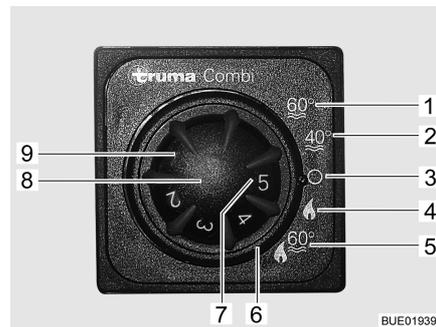

Fig. 58 Unidad de mando para la calefacción/caldera
- Ajustar el modo de funcionamiento con el interruptor giratorio (Fig. 58,6).
Según la temperatura ambiente deseada, la calefacción selecciona automáticamente la potencia de quemador necesaria. Cuando se alcanza la temperatura ambiente deseada se desconecta el quemador. En el modo de funcionamiento "calefacción y preparación de agua caliente" (Fig. 58,5), se calienta también el agua de la caldera. En el modo de funcionamiento "sólo calefacción" (Fig. 58,4), la calefacción puede funcionar estando la caldera vacía.
- Girar el botón giratorio de temperatura (Fig. 58,8) de la unidad de mando al nivel deseado.
- Ajustar el interruptor giratorio (Fig. 58,6) en modo de invierno "sólo calefacción" (Fig. 58,4) o en modo de invierno "calefacción y preparación de agua caliente" (Fig. 58,5).
La luz de control verde (Fig. 58,7) estará iluminada.
- Ajustar el interruptor giratorio (Fig. 58,6) en "O" (Fig. 58,3).